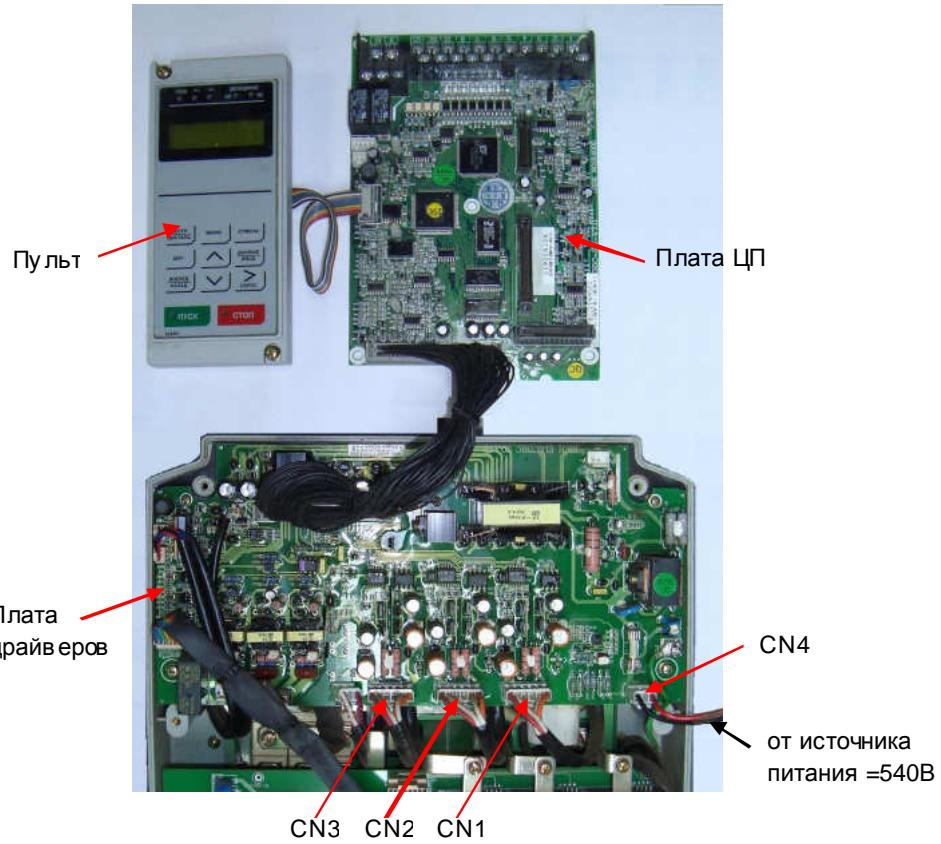

Рис. 4.17
4.8.9. Подключить исправные IGBT-модули к плате драйверов через соответствующие разъёмы CN1, CN2, CN3. Соединить плату драйверов с платой центрального процессора и пульта при помощи соответствующих жгутов (рис.4.17).
4.8.10. Подключить к разъёму CN4 платы драйверов (рис. 4.17) источник питания 540 В, установить опорную частоту 3 Гц, подать команду «Пуск» спульта управления. Включить питание осциллографа, установить вертикальную развёртку 5 В/дел, горизонтальную 50 мкс/дел.